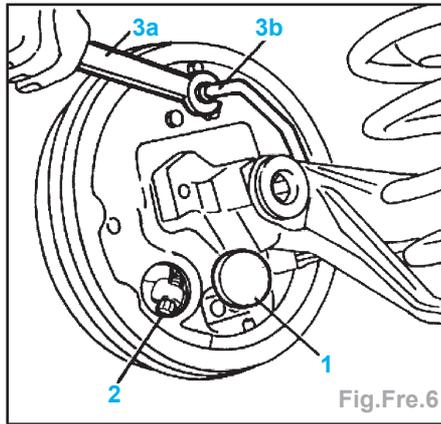
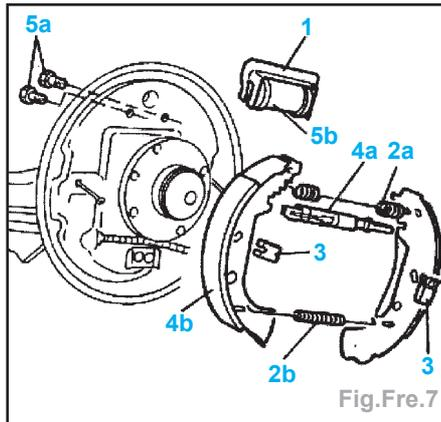

Fig.Fre.6
Fig.Fre.7
- Desserrer l'écrou de réglage (2) du câble de commande de frein à main.
- Enlever le couvercle (1) (Fig.Fre.6).
- Décrocher le câble de frein à main (2).
- Positionner l'outil (1) sur le cylindre de roue (5b) (Fig.Fre.7).